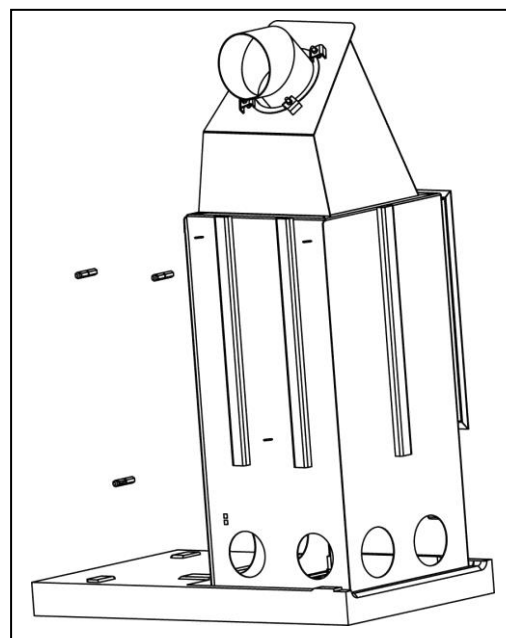

Bild 1
1. Schrauben Sie die drei Aufnahmebolzen auf die Gewindebolzen an der Rückwand des Heizeinsatzes auf (siehe Bild 1).